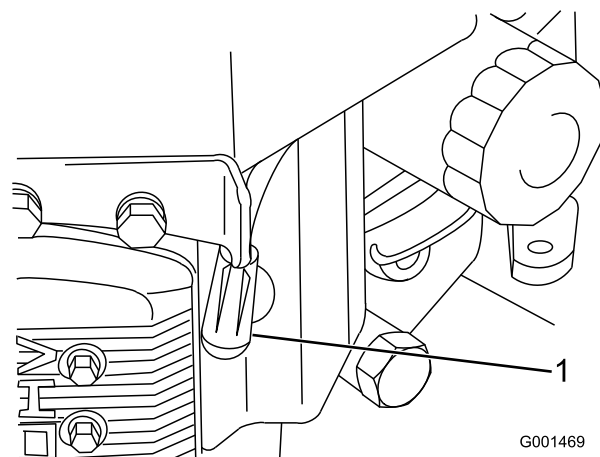

Figure 29
3. Débranchez les fils des bougies (Figure 29).